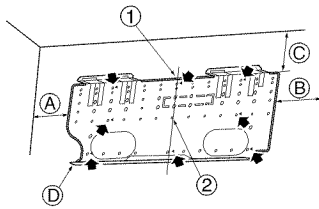

Fig. 3-4
- ▶ El soporte de montaje se fijará por ambos extremos y por el centro, si es posible. No lo fije nunca por un solo punto o de manera asimétrica. (Si es posible, sujete el soporte por todos los lados marcados con una flecha gruesa.) (Fig. 3-4)